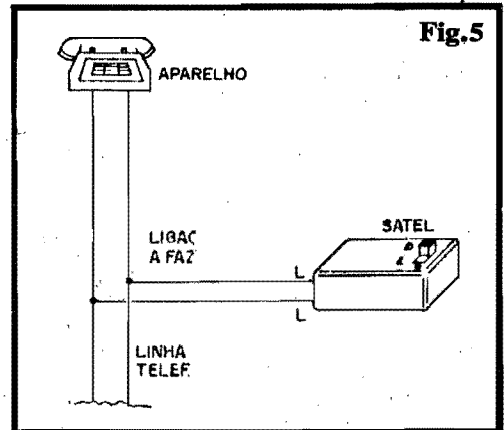

Fig.5
- **FIG. 5 - CAIXA E INSTALAÇÃO DO SATEL** - O diminuto conjunto formado pela plaquinha do circuito, mais a chavinha "L-D" e os conectores de ligação final, poderá facilmente ser embutido numa caixinha padronizada de baixo custo, encontrável nas lojas de componentes... Na falta de um **container** padronizado para circuitos, até uma simples saboneteira plástica (dessas adquiridas por uma "merrequinha" em super-mercados ou casa de artigos domésticos...) servirá. A figura também traz as informações elementares para a conexão do SATEL à linha telefônica (basta ligar os pontos "L-L" (via chavinha, num dos ramos...) aos dois cabos da dita linha... Por razões de segurança da instalação, não é com efetuar-se "cortes" ou "descascamentos" ao longo dos fios da linha telefônica... O método correto de conexão envolve abrir aquela caixinha de "plugagem" do cabo do aparelho telefônico à linha (tomadas "macho/fêmea" quadradas, com 4 pinos, normalmente...) e simplesmente parafusar os fios que vem do SATEL aos mesmos conectores já usados para a ligação da fixação do telefone/linha. Por razões práticas, o "lugar de ficar" ideal para o SATEL é, justamente, próximo ao aparelho telefônico, onde é fácil lembrar-se de ativar o circuito quando se abandona temporariamente a residência ou local... Entretanto, como sua conexão elétrica é feita à **linha**, e não ao aparelho telefônico propriamente, nada impede que a caixinha foque onde o usuário achar conveniente (simplesmente puxando-se um par de fios finos, no necessário comprimento, até o ponto de conexão à linha...).